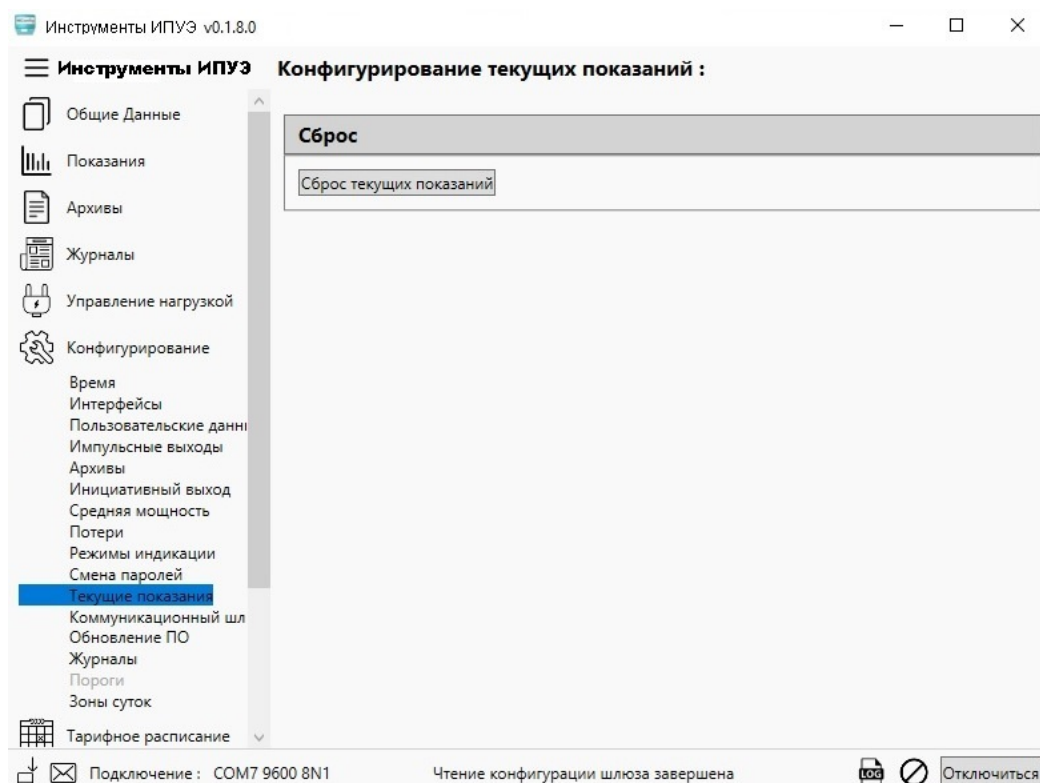

Рисунок 28 – Вид диалогового окна программы подраздела «Текущие показания».
3.13 Для конфигурирования текущих показаний необходимо нажать интерактивную клавишу «Сброс текущих показаний» в подразделе «Текущие показания» раздела «Конфигурирование» программы «Инструменты ИПУЭ» (рисунок 28).